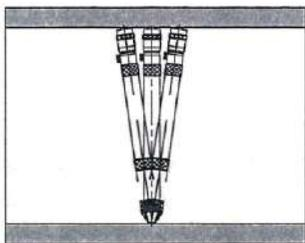

Рис. 4
3. В соответствии с измеряемой заготовкой выберите удлинительный стержень (при необходимости удлинительную втулку можно закрепить на удлинительном стержне, чтобы увеличить размер удлинительного стержня), вставьте его в монтажное отверстие и закрепите паз стопорным винтом. Убедитесь, что на обоих измерительных стержнях и поверхности заготовки нет металлической стружки или другого мусора, который может повлиять на результат. Поверните трещотку, чтобы его размер был меньше диаметра отверстия, а затем вставьте микрометр в отверстие. Поместите неподвижный измерительный стержень так, чтобы он соприкасался с измеряемым отверстием, медленно вращайте трещотку, осторожно встряхните микрометр вдоль оси и радиуса отверстия, чтобы найти минимальное значение в осевом направлении (рис.4) и максимальное значение в радиальном направлении (рис.5), затем выньте микрометр, чтобы получить результат.